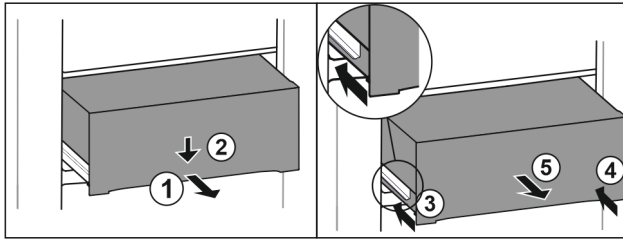

Fig. 155
- ▶ Schubfach halb herausziehen. Fig. 155 (1)
- ▶ Schubfach an der Vorderseite nach unten drücken. Fig. 155 (2)
- ▶ Linke Schiene etwa 2 cm einschieben. Fig. 155 (3)
- ▶ Rechte Schiene etwa 2 cm einschieben. Fig. 155 (4)
- ▶ Schubfach nach vorne entnehmen. Fig. 155 (5)